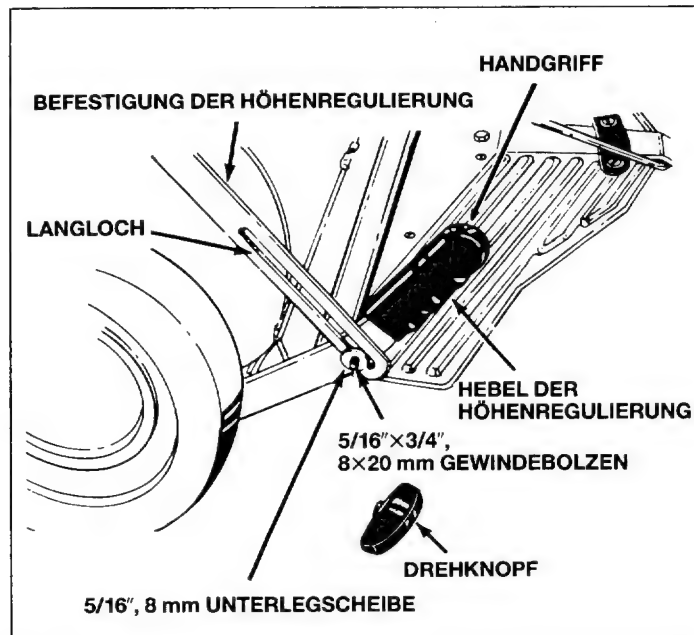

Bild 10
10. Das andere Ende des Befestigungsteils der Höhenregulierung an dieser anbringen. Siehe Bild 10.
Die Höhenregulierung mittels Gewindebolzen 8×20 mm, Unterlegscheibe 8 mm und Drehknopf sichern. Siehe Bild 10.
11. Den Griff mit der Fingerführung wie im Bild der Höhenregulierung gezeigt anbringen. Siehe Bild 10.